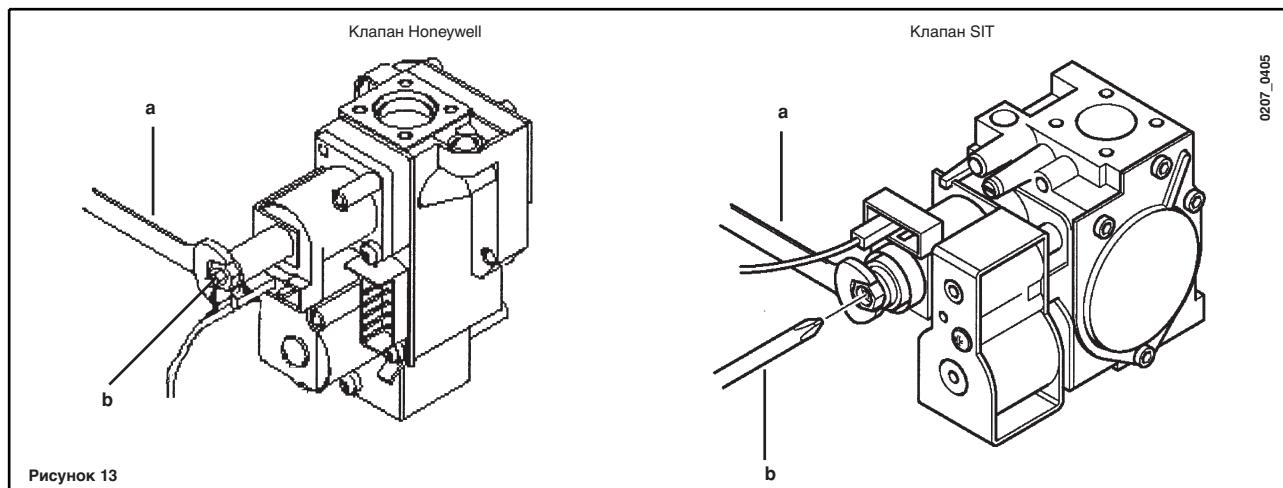

Рисунок 13
- Открыть газовый кран и повернуть ручку (1) в положение ЗИМА (↗).
- Регулировать латунный винт (поз. а на рис. 13) так, чтобы получить давление, указанное в таблице 1 на странице 85.
- Отсоединить питающий кабель модулятора и развинчивать винт (поз. б на рис. 13) до достижения требуемого при пониженной мощности давления (см. таблицу 1 на странице 85).
Перемычки в этом положении (см. рис. 13а):
Рисунок 13а
Перемычки в этом положении (см. рис. 13б):
Рисунок 13б